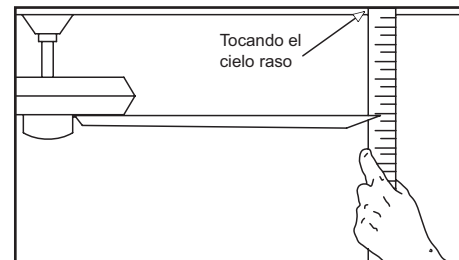

Figura 13
2. La mayoría de los problemas de oscilación del ventilador se deben a que las aspas no están al mismo nivel. Verifica este nivel seleccionando un punto en el cielo raso sobre la punta de una de las aspas. Mide esta distancia como se muestra en la Figura 13. Gira el ventilador hasta que la siguiente aspa quede en posición para medir. Repite el procedimiento para cada aspa. Las desviaciones de la medición no deben pasar de 1/8" (3.2 mm). Enciende el ventilador por 10 minutos.